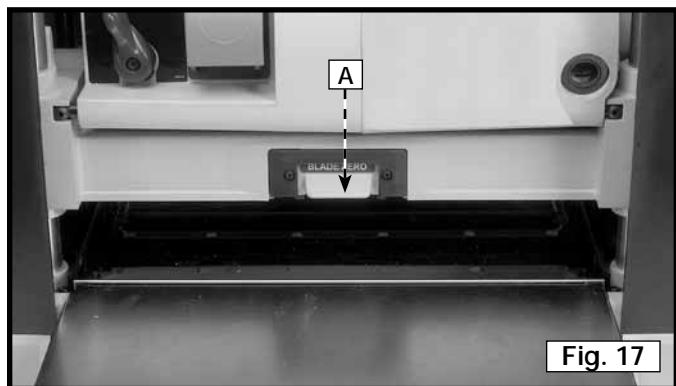

Fig. 17
1. Empuje hacia abajo sobre el indicador de cero (A), Fig. 17, para acoplarlo.